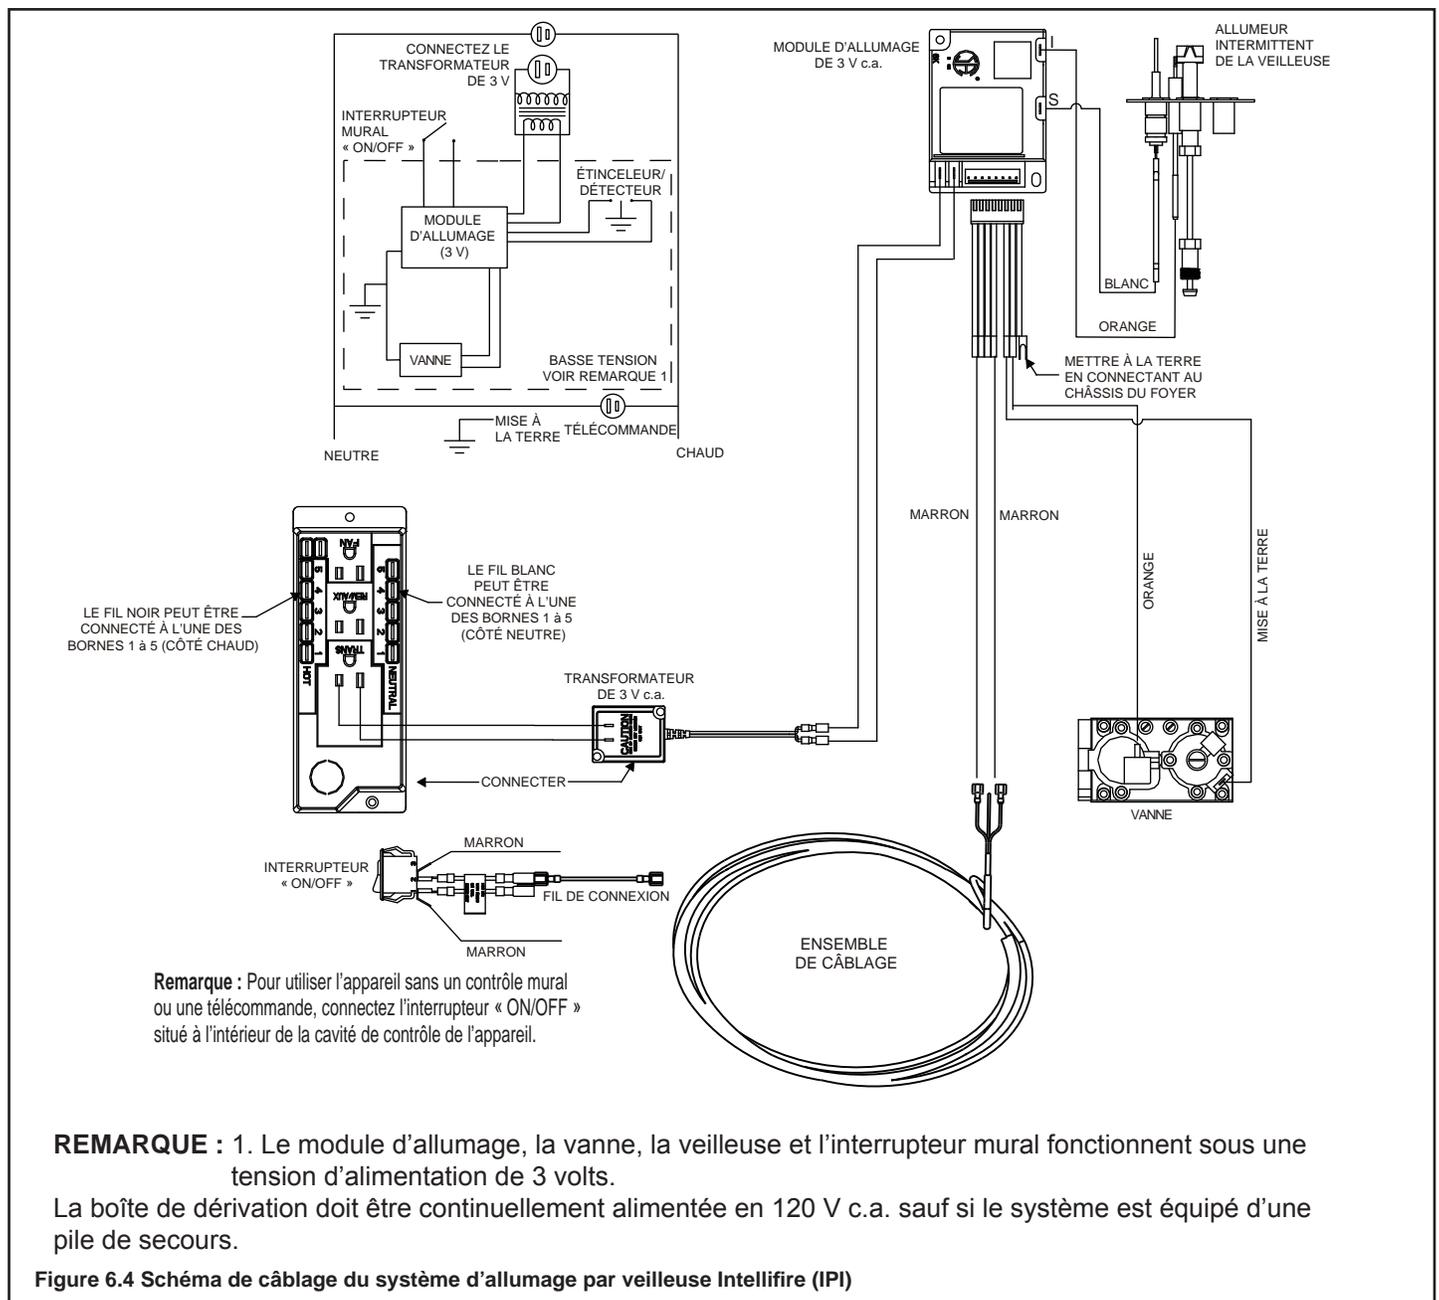

Figure 6.4 Schéma de câblage du système d'allumage par veilleuse Intellifire (IPI)
- Veuillez référer à la figure 6.4 Schéma de câblage du système d'allumage par veilleuse Intellifire (IPI).
Remarque : Pour utiliser l'appareil sans un contrôle mural ou une télécommande, connectez l'interrupteur « ON/OFF » situé à l'intérieur de la cavité de contrôle de l'appareil. Voir la figure 6.4.